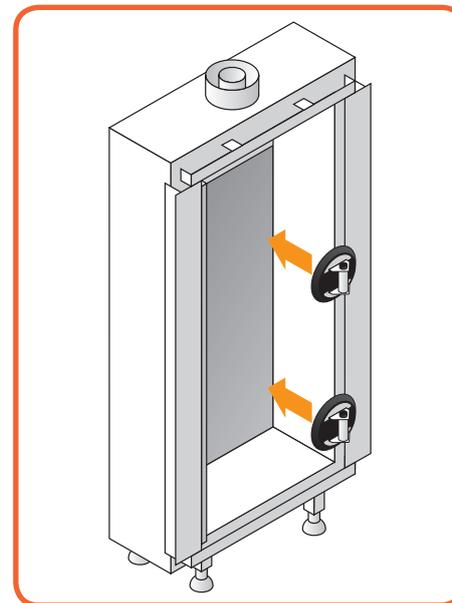

Figura 10.8 - Agganciare le ventose
- Applicare sul vetro la ventosa e assicurarsi che sia fissata saldamente in modo che il vetro non possa staccarsi (*Figura 10.8*).